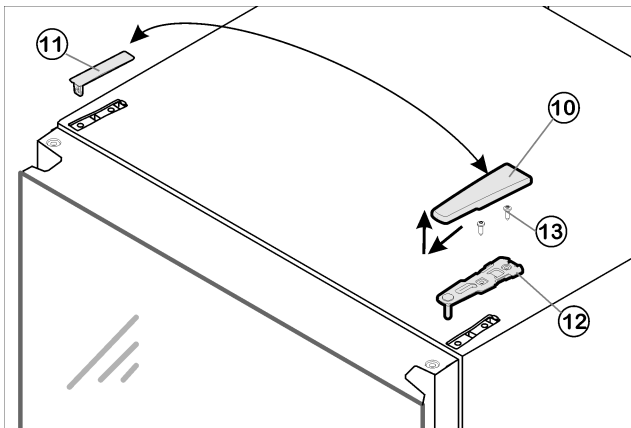

Fig. 6
- ▶ Afdekking Fig. 6 (10) naar voren en boven wegtrekken.
- ▶ Afdekking Fig. 6 (11) eraf nemen.
- ▶ Bovenste lagerbus Fig. 6 (12) losschroeven (2 maal Torx® 25) Fig. 6 (13) en naar boven wegtrekken.
- ▶ Plaats de bovenste lagerbus Fig. 6 (12) aan de nieuwe scharnierkant in de deur.
- ▶ Bovenste lagerbus goed Fig. 6 (12) (met 4 Nm) vastschroeven (2 maal Torx® 25) Fig. 6 (13). Steek de schroefgaten indien nodig voor of gebruik de accuschroevendraaier.
- ▶ Afdekking Fig. 6 (10) en afdekking Fig. 6 (11) elk op de tegenoverliggende zijde vastklikken.